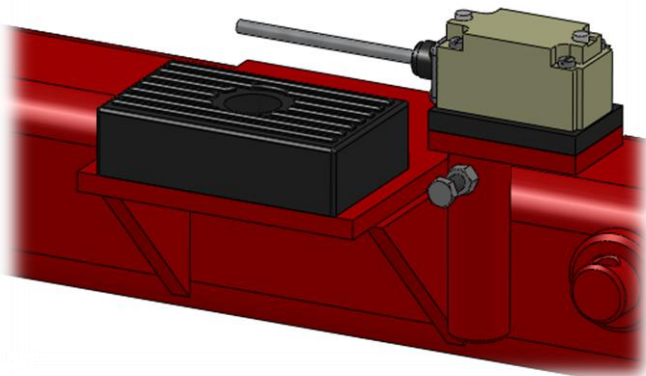

Figure 3.2.2- Manchon réglable du limiteur/interrupteur électrique
2. Dévissez le boulon et le contre-écrou dans le manchon réglable. Voir la figure 3.2.2.